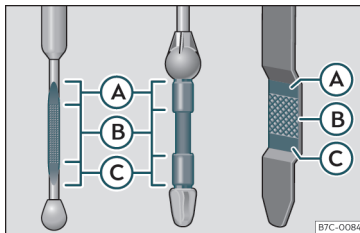

Fig. 215 Varilla de medición del nivel de aceite.
- A continuación, vuelva a extraerla y compruebe el nivel de aceite >>> **fig. 215**. En caso necesario, reponga aceite del motor.
- Cuando el nivel de aceite alcance como mínimo la zona »»» **fig. 215 B**, enrosque el tapón de la boca de llenado con cuidado »»» **ⓘ**.
Si el nivel de aceite se encuentra por encima de la zona »»» **fig. 215 A**, no arranque el motor. Puede causar daños en el motor y en el catalizador. Informe a un taller especializado.
El nivel de aceite no deberá estar en ningún caso por encima de la zona »»» **fig. 215 A**. De no ser así, podría aspirarse aceite por el respiradero del cárter del cigüeñal y llegar a la atmósfera a través del sistema de escape.